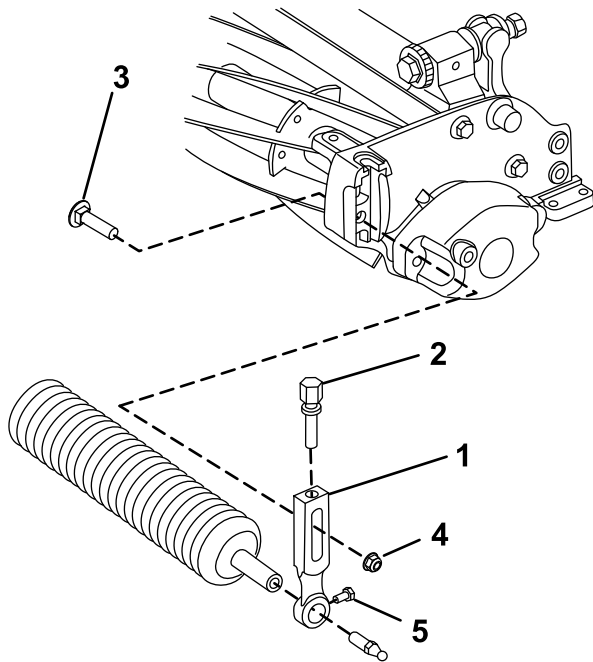

Figure 3
1. Retirez le boulon de charrue, la rondelle et l'écrou à embase qui fixent un des bras de réglage de hauteur de coupe au panneau latéral de l'unité de coupe (Figure 3).
7. Serrez les vis de fixation du rouleau (Figure 3).
2. Desserrez les vis de fixation du rouleau dans les bras de réglage de hauteur de coupe (Figure 3).
3. Faites glisser l'arbre de rouleau dans le bras de réglage de hauteur de coupe de l'autre côté de l'unité de coupe (Figure 3).
4. Glissez le bras de réglage de hauteur de coupe sur l'arbre du rouleau (Figure 3).
5. Fixez légèrement le rouleau sur l'unité de coupe avec le bras de réglage de hauteur de coupe et les fixations retirés précédemment (Figure 3).